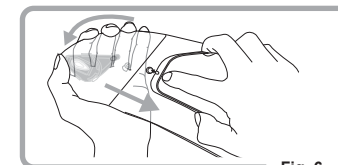

Fig. 6
2. Remover a Lente de Inserção Original Pinlock® dos pinos excêntricos dobrando a viseira. (Fig. 6)